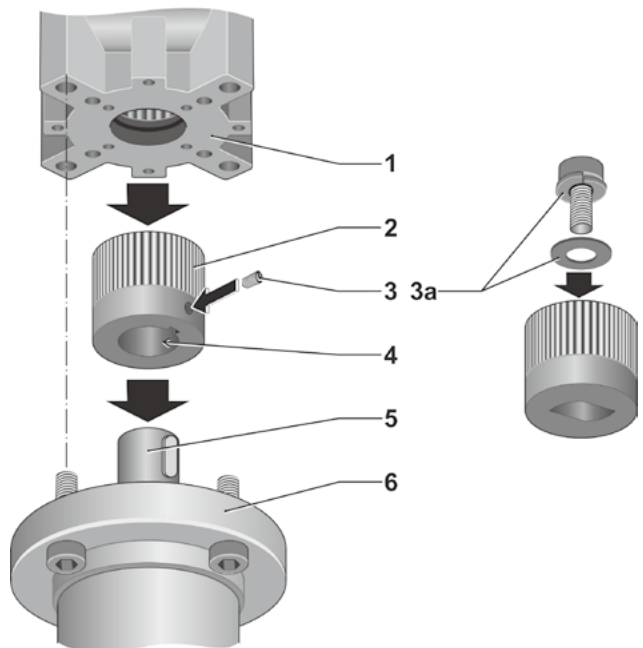

图2：安装轴套
在将执行机构安装到阀门上之前，必须先加工开孔未开孔的实心轴套（如图2中4所示），以使得它可以被安装到阀杆（5）上面。
1. 在阀杆（如图2中5所示）和轴套（2）上面涂抹少量的润滑油脂。
3. 将执行机构（如图2中1所示）安装到阀门（6）上：